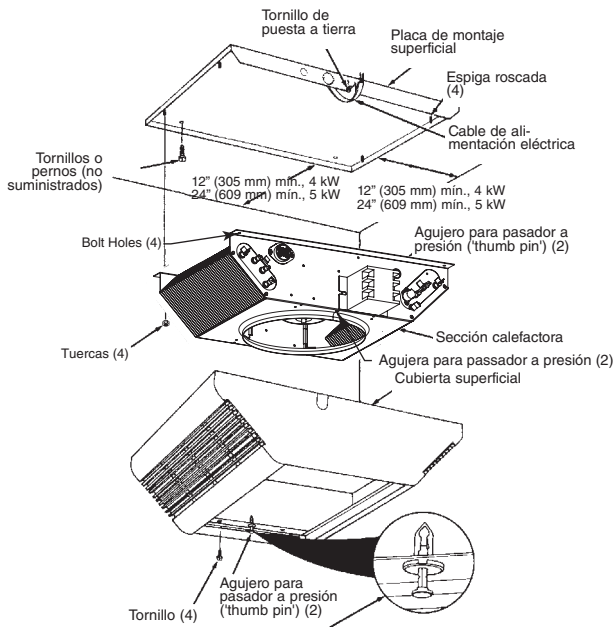

Figura 2
6. Posicione la placa de montaje superficial contra el cielorraso y asegúrela con pernos o tornillos (Figura 2). Vea la Advertencia n.º 9. Conecte el cable de puesta a tierra al tornillo verde de tierra de la placa de montaje superficial.
10. Posicione la sección calefactora sobre las espigas roscadas de la placa de montaje superficial (Figura 2).
11. Empuje la sección calefactora sobre las espigas roscadas y apriete firmemente las cuatro tuercas (suministradas) en las espigas roscadas, a fin de asegurar la sección calefactora a la placa de montaje superficial (Figura 2).
SI NO SE INSTALAN LAS CUATRO TUERCAS DE MONTAJE, EL CALEFACTOR PODRÍA CAER (VEA LA FIGURA 2).
NOTA: asegúrese de que el pasador a presión ('thumb pin') de cada extremo de la abertura de la rejilla de descarga esté extraído, para permitir que el cuerpo de estos pasadores encaje en los agujeros de la sección calefactora (Figura 2).
15. Instale y apriete firmemente los cuatro tornillos (suministrados) para asegurar la cubierta superficial a la sección calefactora (Figura 2).
SI NO SE INSTALAN LOS CUATRO TORNILLOS, LA CUBIERTA SUPERFICIAL PODRÍA CAER (VEA LA FIGURA 2).